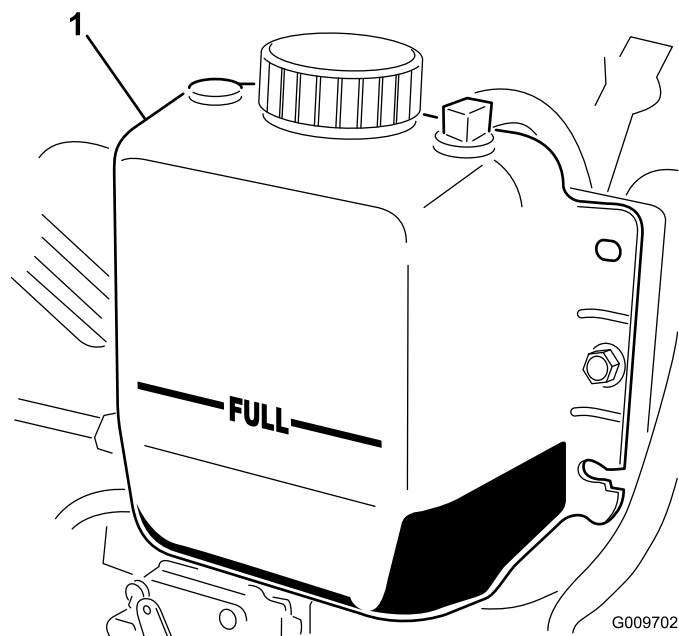

図 14
2. ラジエター内部の液量を点検する。補給口の首の上部まであればよい。また、補助タンク側面についているFULLマークまであればよい（図 14）。